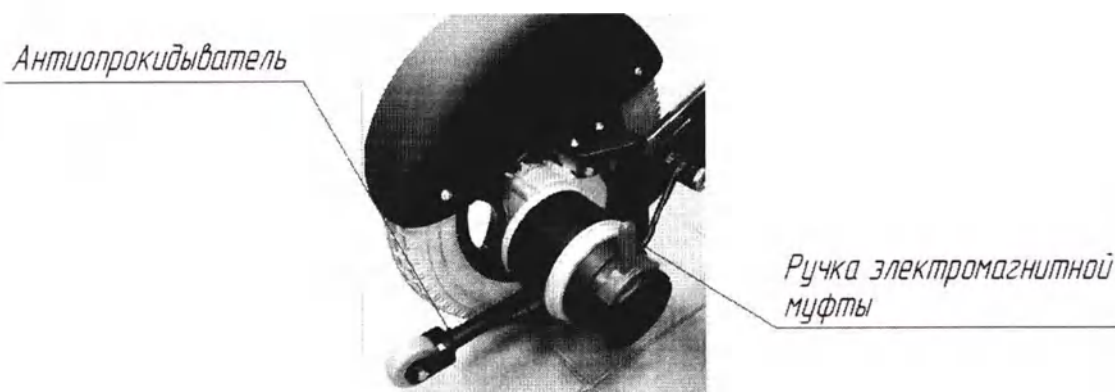

Рис. 3
- необходимо перевести ручки электромагнитных муфт электродвигателей в положение "от себя" чтобы включился электромагнитный тормоз (Рис.3);
- **ручки электромагнитной муфты должны находиться в крайнем верхнем положении "на себя" для того чтобы электромагнитный тормоз был включен (Рис.3);**
- **нажмите на ручку электромагнитной муфты "от себя" (Рис.3), чтобы электромагнитная муфта была переведена в режим "сопровождения". Это позволит колёсам свободно вращаться, и таким образом, сопровождающее лицо может толкать коляску.**